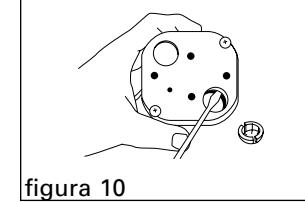

figura 10
- Quite uno de los huecos de la caja de empalme e instale el conector de cable amarillo (figura 10).